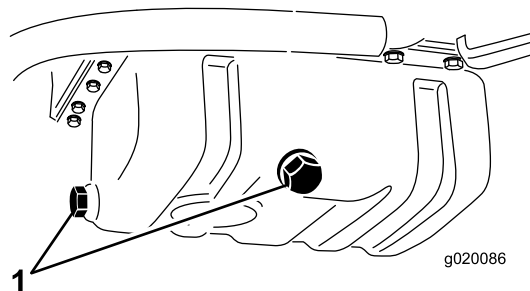

図 55
- どちらかのドレンプラグ (図 55) を外してオイルを容器に受ける。オイルが抜けたらプラグを元通りに取り付ける。